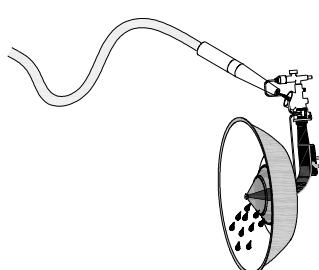

Fig. 16
b) Limpieza con agua (Fig. 16 y Fig. 17)
- Coloque el radiador en posición vertical, con la entrada de gas hacia abajo. Proteja con la mano o una bolsa la válvula de seguridad y rocíe con el chorro de agua varias veces toda la superficie de los conos para eliminar el polvo del cono interno. El agua debe salir por la entrada de aire del radiador (Fig. 16).
WARNING: do not allow air into the gas inlet**b) Cleaning with water (Fig. 16 and Fig. 17)**
- Position the brooder upright, with the gas connection facing down. Protect the safety valve with your hand or using a bag, and spray the water jet several times over the entire surface area of the cones, to remove all dust from the inner cone. The water should come out through the brooder's air inlet (Fig. 16).
b) Nettoyage à l'eau (Fig. 16 et Fig. 17)
- Placez le radiateur en position verticale, avec l'entrée de gaz vers le bas. Protégez la vanne de sécurité avec la main ou un sachet en plastique et arrosez plusieurs fois avec le jet d'eau la surface des cônes afin d'éliminer la poussière du cône interne. L'eau doit sortir par l'entrée d'air du radiateur (Fig. 16).